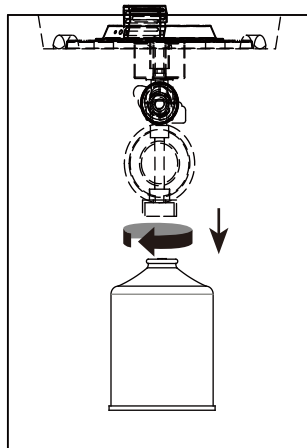

Figure 3
- (1). Tournez le bouton de commande en position « OFF ».
- (2). Tournez la bouteille dans le sens inverse des aiguilles d'une montre jusqu'à ce qu'elle se desserre (voir figure 3).
- (3). Retirez la bouteille.
- (4). Rangez la bouteille dans un endroit approprié.
- (5). Placez le capuchon de protection sur la bouteille et rangez-la à l'extérieur dans un endroit bien ventilé, à l'abri de la lumière directe du soleil.